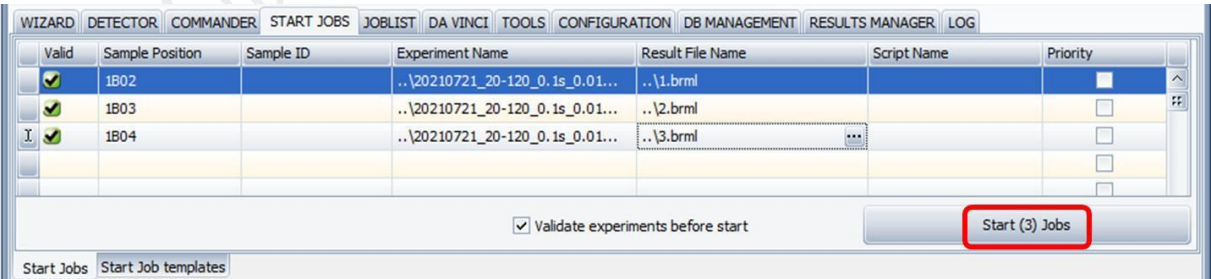

图 6-27
6.8.2.8 若有多个样品，按回车键连续创建多个测试方法，如图 6-27；设置完成后点击右下方的 “**Start Jobs**”；